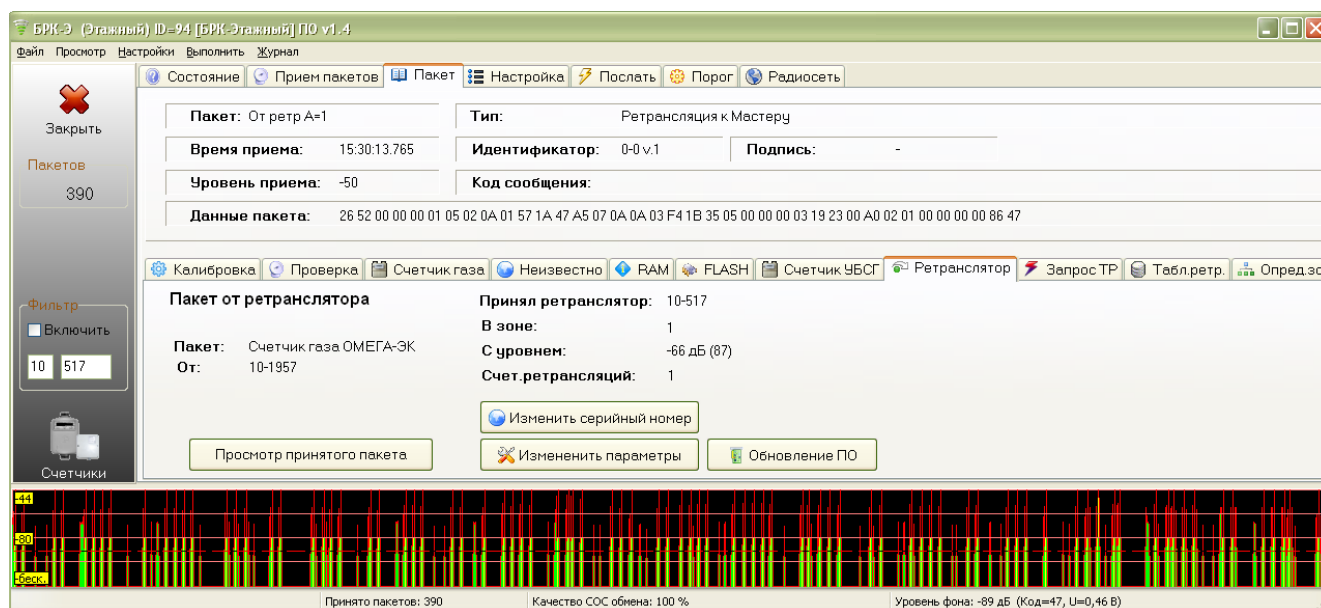
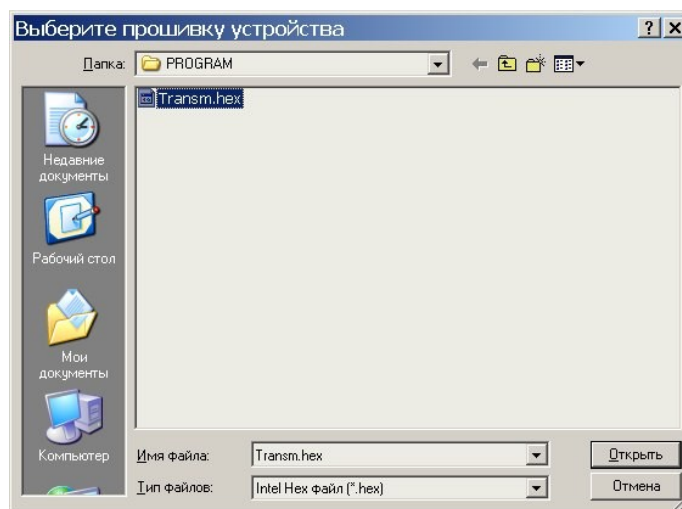

Рисунок 28 - Просмотр информации радиопакета ретранслятора
Рисунок 35 - Выбор «прошивки»
2) Выбрать радиопакет (отобразиться темным фоном) настраиваемого ретранслятора и перейти на вкладку «Пакет» (рисунок 28).
Ретранслятор позволяет дистанционно сменить свой серийный (заводской) номер, который является идентификатором ретранслятора в сети. На вкладке «Радиосеть» навести указатель «мышки» на ретранслятор, у которого требуется сменить заводской номер, нажать на правую кнопку «мышки» и в контекстном меню выбрать команду «Изменить серийный номер» или на вкладке «Ретранслятор» пакета (рисунок 28). Откроется окно ввода нового номера ретранслятора (рисунок 34).
«мышки» и в контекстном меню выбрать команду «Обновление ПО» или на вкладке «Ретранслятор» пакета (рисунок 28). Затем в открывшемся окне выбрать файл программы, которую требуется записать в ретранслятор (рисунок 35).